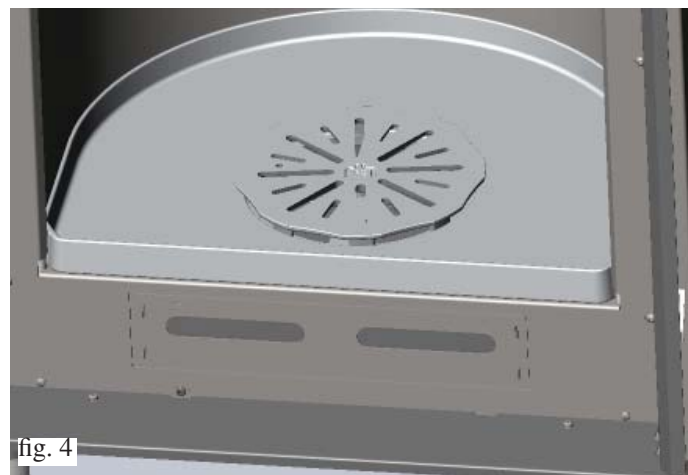

fig. 4
- Abrir el portillo y bloquearlo en la posición de apertura para poder trabajar fácilmente en el interior del hogar (fig.4).